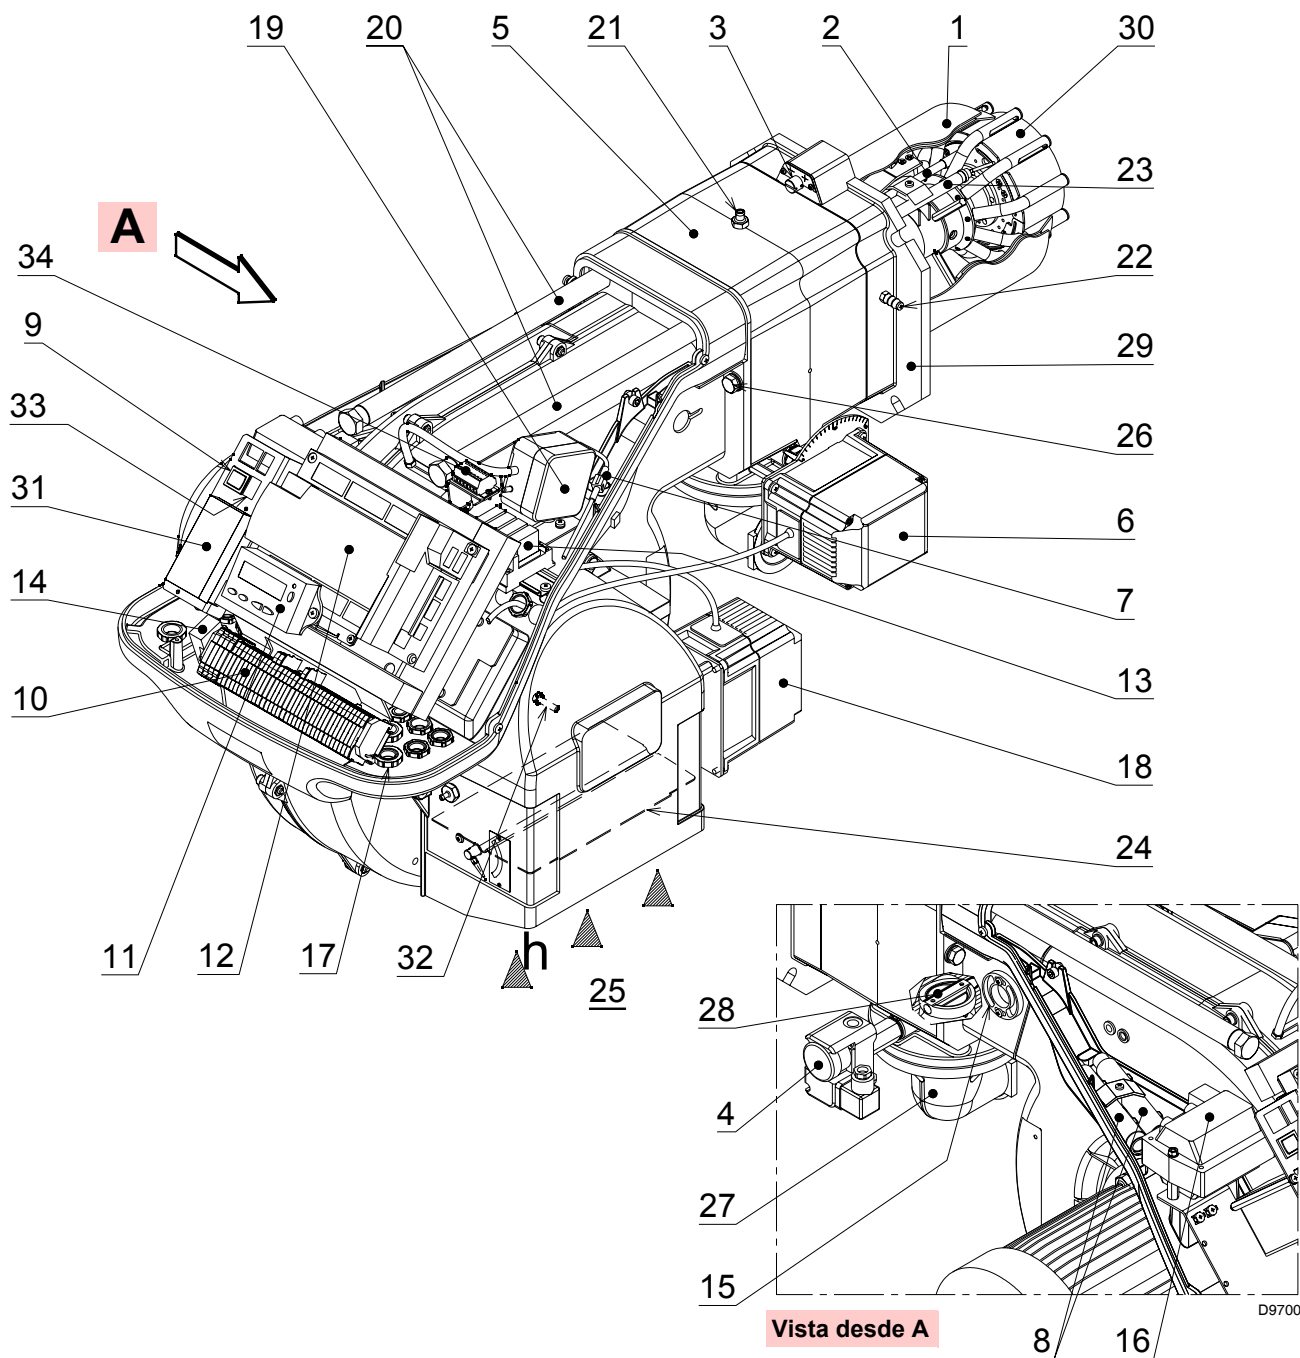

Fig. 5
(1) Condiciones de referencia: Temperatura ambiente 20°C - Temperatura gas 15°C - Presión barométrica 1013 mbar - Altitud 0 m s.n.m.
(2) Presión en la toma 22)(Fig. 5) con presión cero en la cámara de combustión y a la potencia máxima del quemador.
(3) Prueba de emisiones sonoras realizadas de acuerdo con la Normativa EN 15036-1 con precisión de medición $\sigma = \pm 1,5$ dB, en el laboratorio de combustión del fabricante con quemador funcionando en caldera de prueba a la máxima potencia.